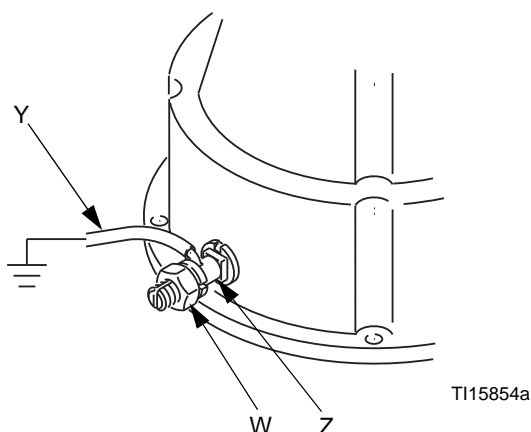

FIG. 1. Jordkabel
Pump: Använd en jordkabel och -klämma. Se FIG. 1. Lossa låsmuttern (W) på jordningspolen (Z). För in den ena änden av kabeln (Y) i jordningspolen och dra åt låsmuttern ordentligt. Anslut jordklämman till en god jordningspunkt. Beställ artikelnr 237569, jordkabel och -klämma